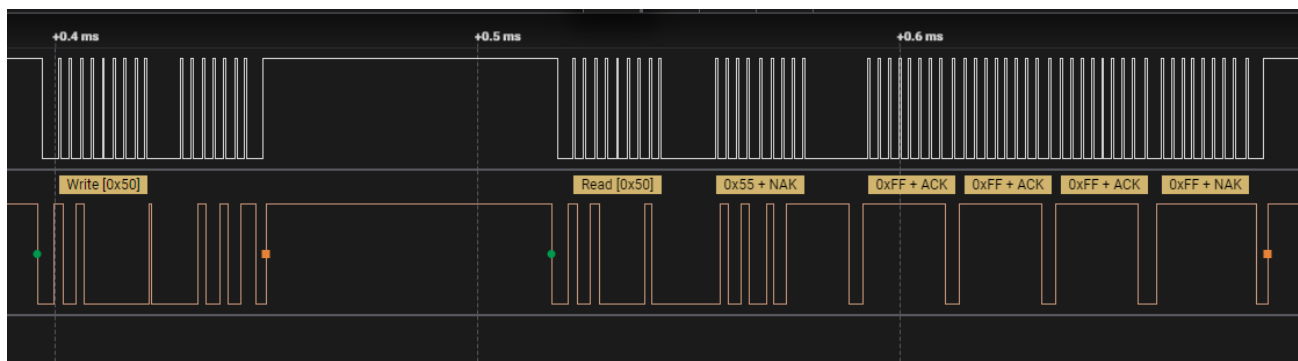

图 3
- a) 当与 CH341T_I2C_V104 上位机通信,速率选择 400K 时,以代码 “IIC_Slave_带数据地址收发” 为例: 主机发送从机地址和写命令后,发送数据字地址 0x0A,发送读命令,连续读取 6 个数据; 下图 3, 通讯异常;